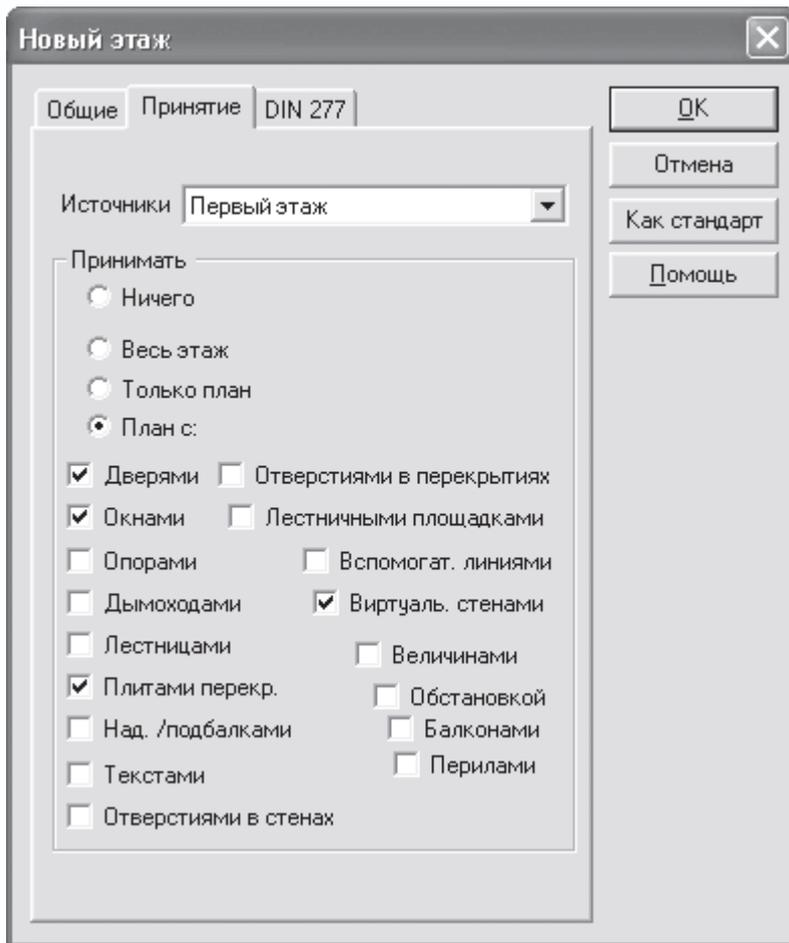

Рис. 3.52. Настройка типов объектов, переносимых в новый этаж с этажа-источника
- План с – установка переключателя в это положение активирует флажки, которые находятся ниже в области Принимать (рис. 3.52), что позволяет проводить более тонкую настройку объектов, заимствуемых из базового этажа.